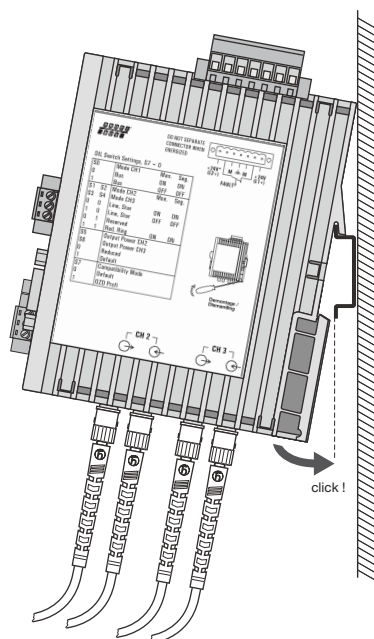

Abb. 8: Montage des Repeaters auf einer Hutschiene
- Montieren Sie den Repeater auf der Hutschiene. Hängen Sie hierzu die obere Rastnase des Repeaters in die Hutschiene ein und drücken Sie die Unterseite - wie in der Abbildung 8 gezeigt - auf die Schiene, bis die Rastnase einrastet.